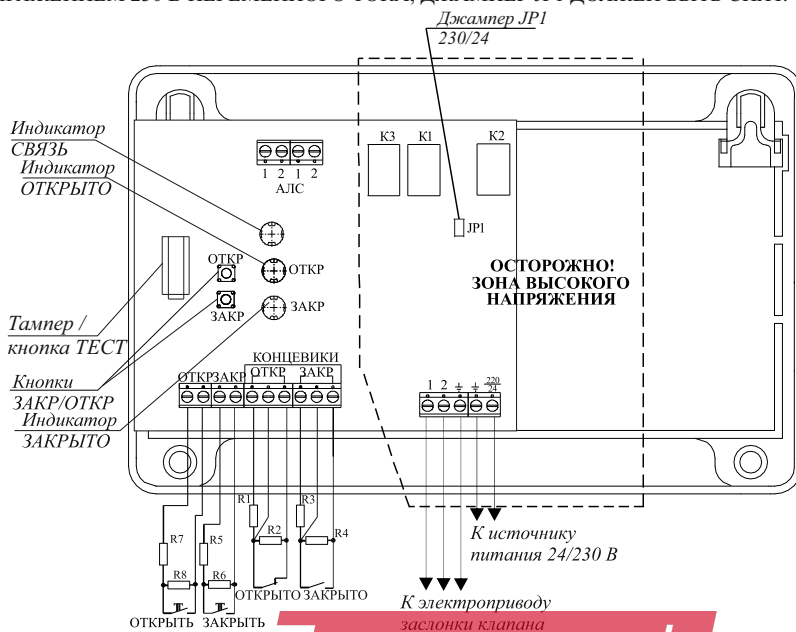

Рисунок 1
Выбор напряжения питания электропривода осуществляется джампером JP1 (рисунок 1).
4.5 Джемпер JP1 – переключатель напряжения питания электропривода (рисунок 1).